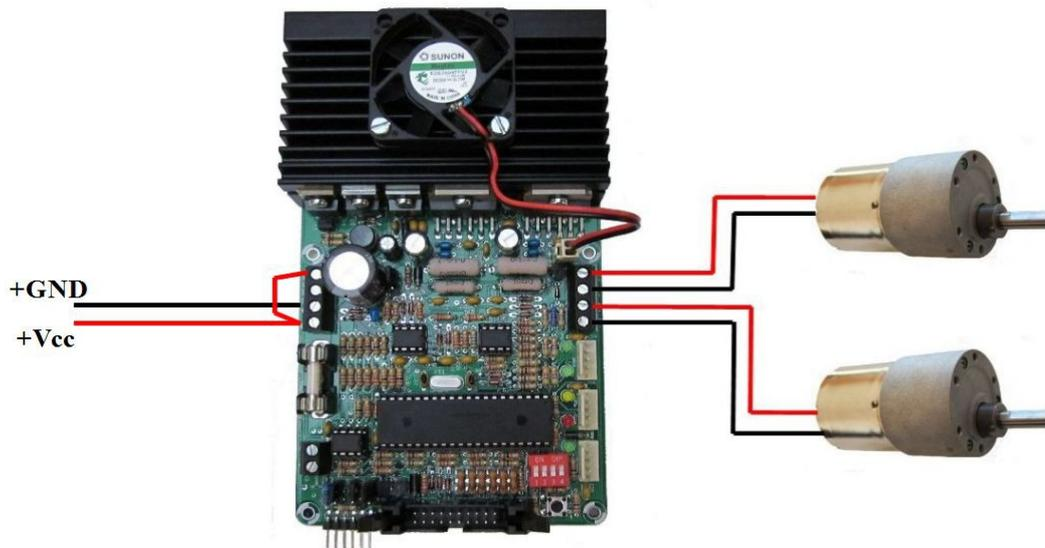
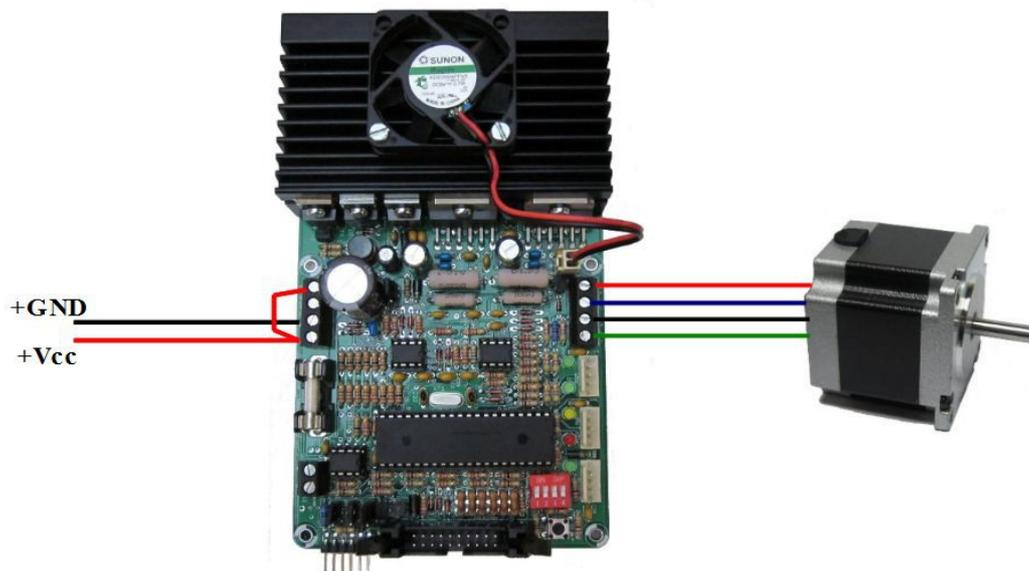

Figura 23: Esempio di collegamento di due motori DC.
Figura 22: Esempio di collegamento di un motore passo passo (colore dei fili usati dalla Trinamics).
- Il Jumper JP4 deve essere propriamente posizionato. Deve essere su 1-2 (Low) per tensioni inferiori a 24V mentre deve essere sulla posizione 2-3 (High) per tensioni superiori⁴². In Figura 23 è riportato un collegamento di due motori DC mentre in Figura 22 è riportato un collegamento di un motore passo passo.